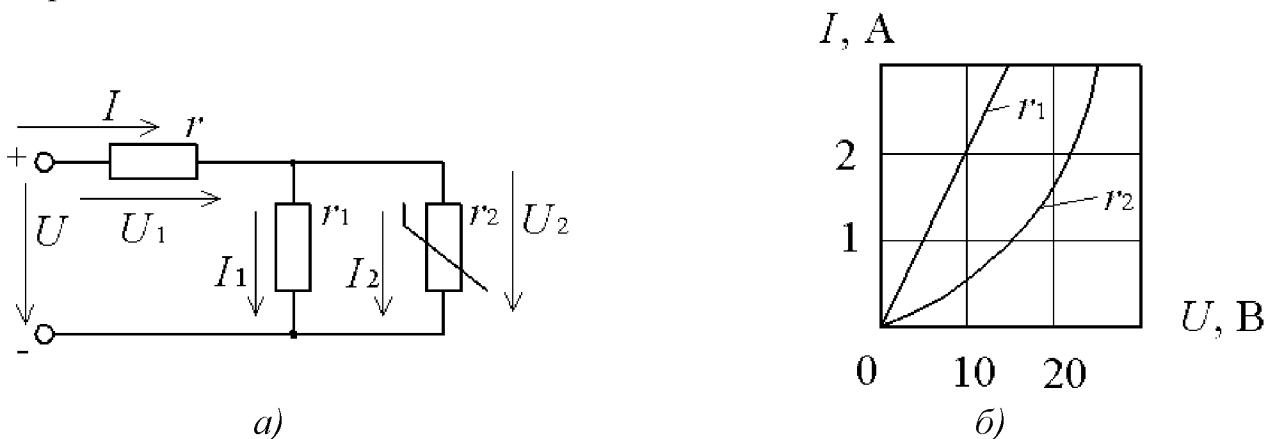

Рис. 5.11
5.1.48. Линейный резистор  $r_1$  и нелинейный  $r_2$  (рис. 5.11, а) имеют вольт-амперные характеристики, изображенные на рис. 5.11, б. Определить ток  $I$ , напряжения  $U$  и  $U_1$ , если  $r = 10$  Ом,  $U = 10$  В.